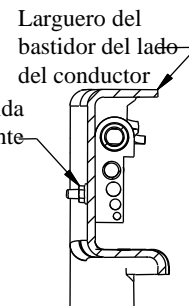
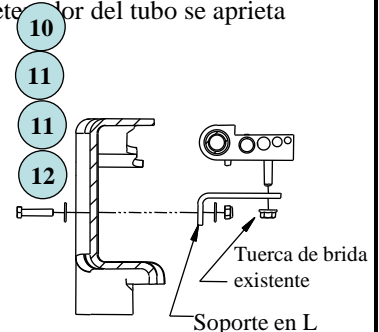

Figura 2c
Figura 2d
- 2b. **En vehículos con motor de gas únicamente.** El tubo de vapor que va a lo largo del costado interior del larguero del bastidor del lado del conductor se debe reubicar antes de instalar el soporte del lado del conductor (ver la Figura 2b). Quitar la tuerca mariposa del exterior del bastidor y guardarla para uso posterior (ver la Figura 2c). Rotar todos los tubos hacia arriba y afuera del camino. Instalar el soporte en L con piezas de 1/4", como se muestra en la Figura 2d. Apretar el soporte en L al bastidor, pero dejar el retenedor del tubo suelto como ayuda en la instalación del soporte. El retenedor del tubo se aprieta sobre el soporte en L en el paso 12.
- En vehículos con motor a gasolina únicamente:** Usar la tuerca mariposa de fábrica que se retiró en el paso 2 para apretar el retenedor de tubos en el soporte en L como se muestra en la Figura 2d.